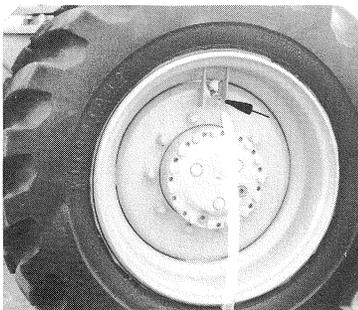

fig. 60
5. Actionner de temps en temps la soupape de purge à la soupape de remplissage (fig. 60/flèche)